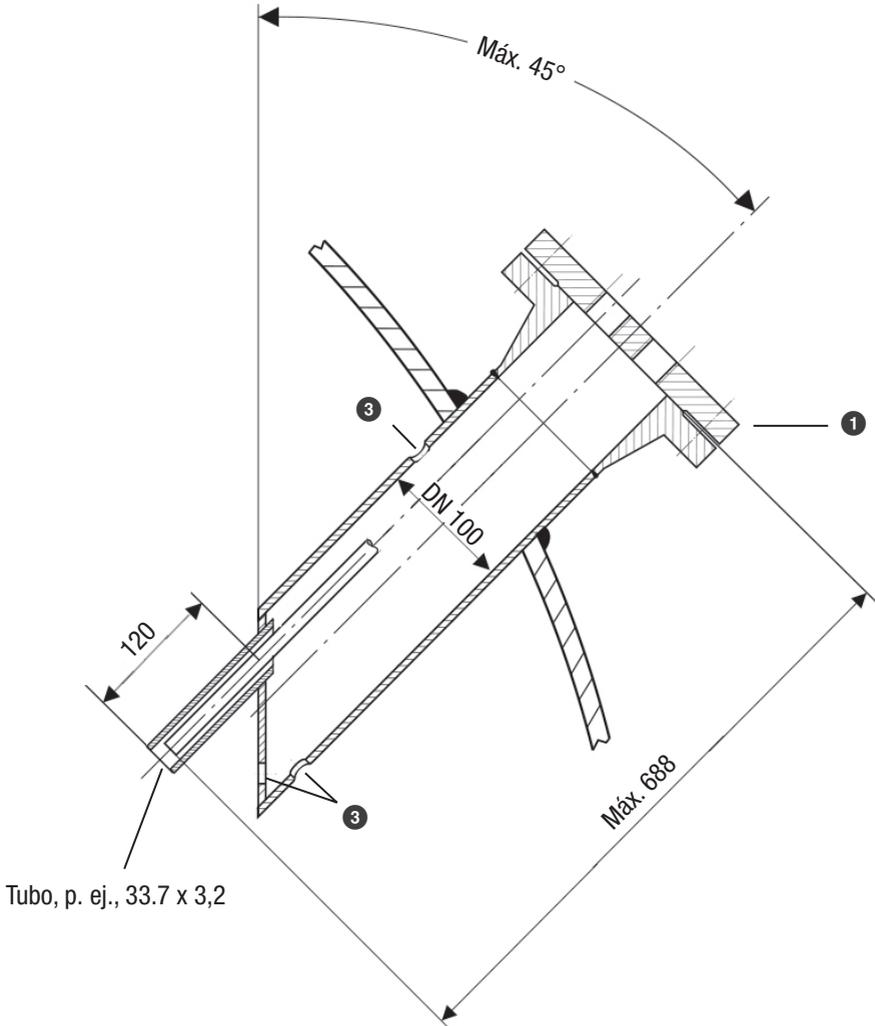

Fig. 16
- Respete las medidas de distancia mínimas al montar el electrodo de nivel, véanse los ejemplos de montaje Fig. 12 a Fig. 16.
Solo si se usa una brida de dos orificios, el ángulo de inclinación del electrodo de nivel puede ser de 45° y la longitud de la varilla del electrodo está limitada en ese caso a un máximo de 688 mm, véase Fig. 16.
Leyenda Fig. 12 a Fig. 16